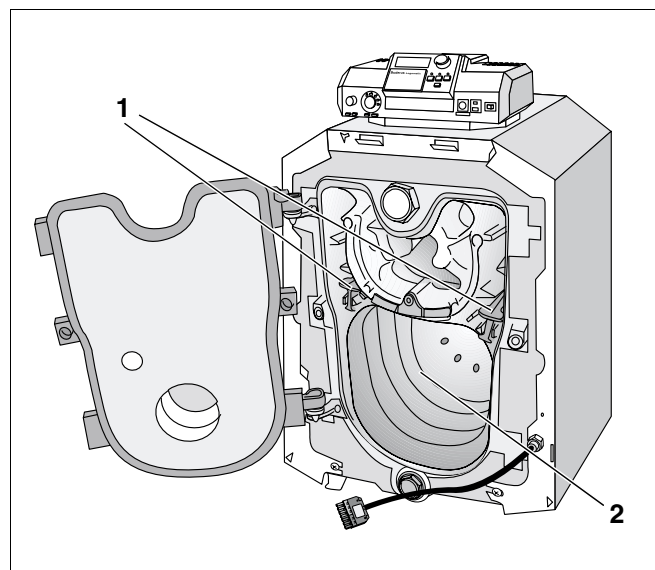

Fig. 38 Curatarea traseelor de gaze
- Scoaterea placilor de ghidare din (fig. 38, **poz. 1**) traseele de gaze (vezi capitolul 11.4.2 "Indepartati placile de ghidare", pagina 40).